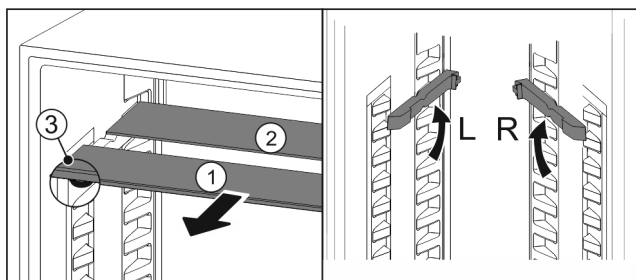

Fig. 57
- Посуньте Fig. 57 (1) скляну панель вперед.
- ▷ Скляна панель Fig. 57 (1) з декоративною планкою лежить спереду.
- ▷ Стопори Fig. 57 (3) показують вниз.